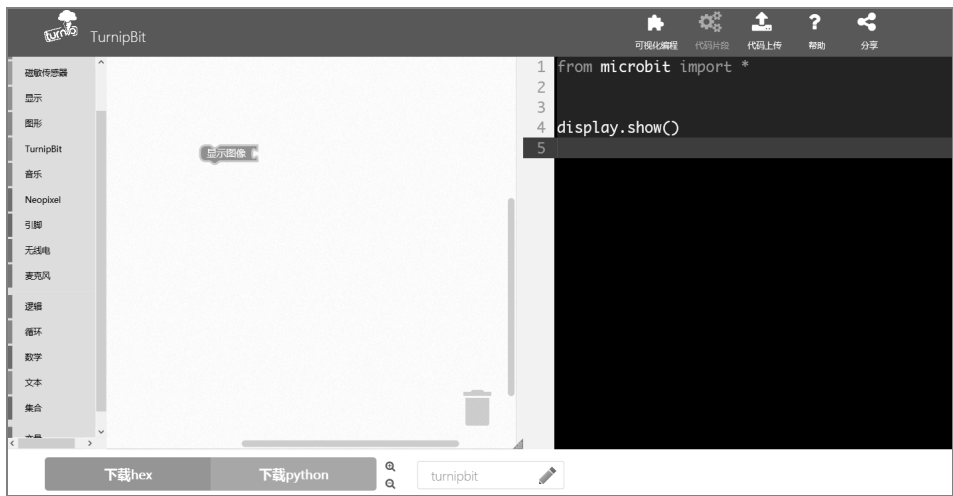

图 5-1 显示图像
① 在左侧的块选择区中找到“显示”块，用鼠标选中并 ，拖曳至模块编辑区，如图 5-1 所示。